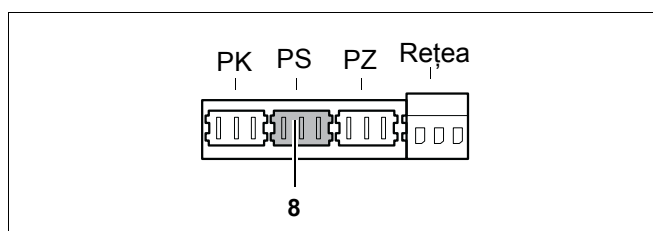

Fig. 40 Regletă – Pompa de boiler a rezervorului de 230 V (culoare de racord gri)
- Racordați pompa de refulare a rezervorului la borna PS gri (Fig. 40, **Poz. 8**). Consumul de putere maxim admis = 250 W.